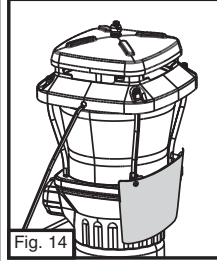

Fig. 14
- Posición de almacenaje. El reflector cuelga en las varillas traseras. (Fig. 14)